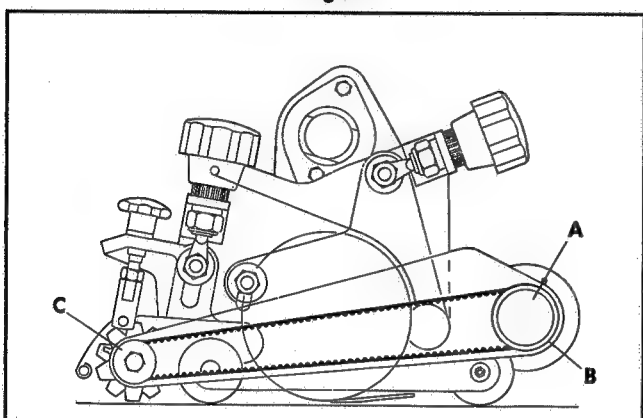

Fig.56
1. Disengage groomer drive clutch by pulling clutch operating knob (A Fig.56). This leaves a gap between the drive pulley on brush shaft and clutch operating knob. Slide belt into this gap to allow the belt to become loose. Slide belt over pulley lip on the groomer shaft
3. Fit new groomer belt by putting it onto the brush shaft pulley and clutch end first (B Fig.56) so it sits in the gap between the pulley and knob, then slide it over the pulley on groomer shaft. (C Fig.56) Slide belt on to brush shaft pulley last. Before running unit replace all covers.
1. Die "Verti-Groom"-Antriebskupplung durch Herausziehen des Kupplungsbetätigungsknopfes (A Fig.56) ausrücken. Damit wird ein Zwischenraum zwischen der Antriebsriemenscheibe auf der Bürstenwelle und dem Kupplungsbetätigungsknopf geschaffen. Den Riemen in diesen Spalt einschieben und lockern lassen. Den Riemen dann über die Riemenscheibenlippe auf der "Verti-Groom"-Welle aufziehen.
3. Den neuen "Verti-Groom"-Antriebsriemen einbauen, indem dieser zuerst auf der Bürstenantriebs-Riemenscheiben- und Kupplungsseite (B Fig.56) aufgezogen wird, damit er im Zwischenraum zwischen Riemenscheibe und Knopf liegt und dann auf die Riemenscheibe auf der "Verti-Groom"-Welle (C Fig.56) aufziehen. Vor Inbetriebnahme des Geräts alle Abdeckungen einbauen.
1. Désengager l'entraînement du verti-groom en tirant sur le bouton de commande de l'embrayage (A, Fig.56). Cela permet d'avoir un jeu entre la poulie d'entraînement sur l'arbre de brosse et le bouton de commande de l'embrayage. Faire glisser la courroie dans cet interstice afin de la détendre. La faire passer pas-dessus la poulie, sur l'arbre du verti-groom.
3. Mettre en place une courroie neuve sur le verti-groom en la faisant passer tout d'abord sur la poulie de l'arbre de la brosse et sur l'extrémité embrayage (B, Fig.56), jusqu'à ce qu'elle pénètre dans l'interstice entre la poulie et le bouton. Faire ensuite glisser cette courroie sur la poulie de l'arbre du verti-groom (C, Fig.56). Enfin, faire glisser cette courroie sur la poulie de l'arbre de la brosse. Avant de refaire fonctionner la coupe, remettre tous les capots.